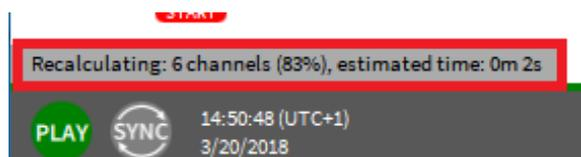

Abb. 7.179: Fortschrittsindikator für offline Mathematik
- Ein Fortschrittsindikator informiert über den aktuellen Status der Berechnung (siehe Abb. 7.179) und enthält Informationen über die Anzahl der berechneten Kanäle, Fortschritt in Prozent und verbleibende Berechnungszeit: